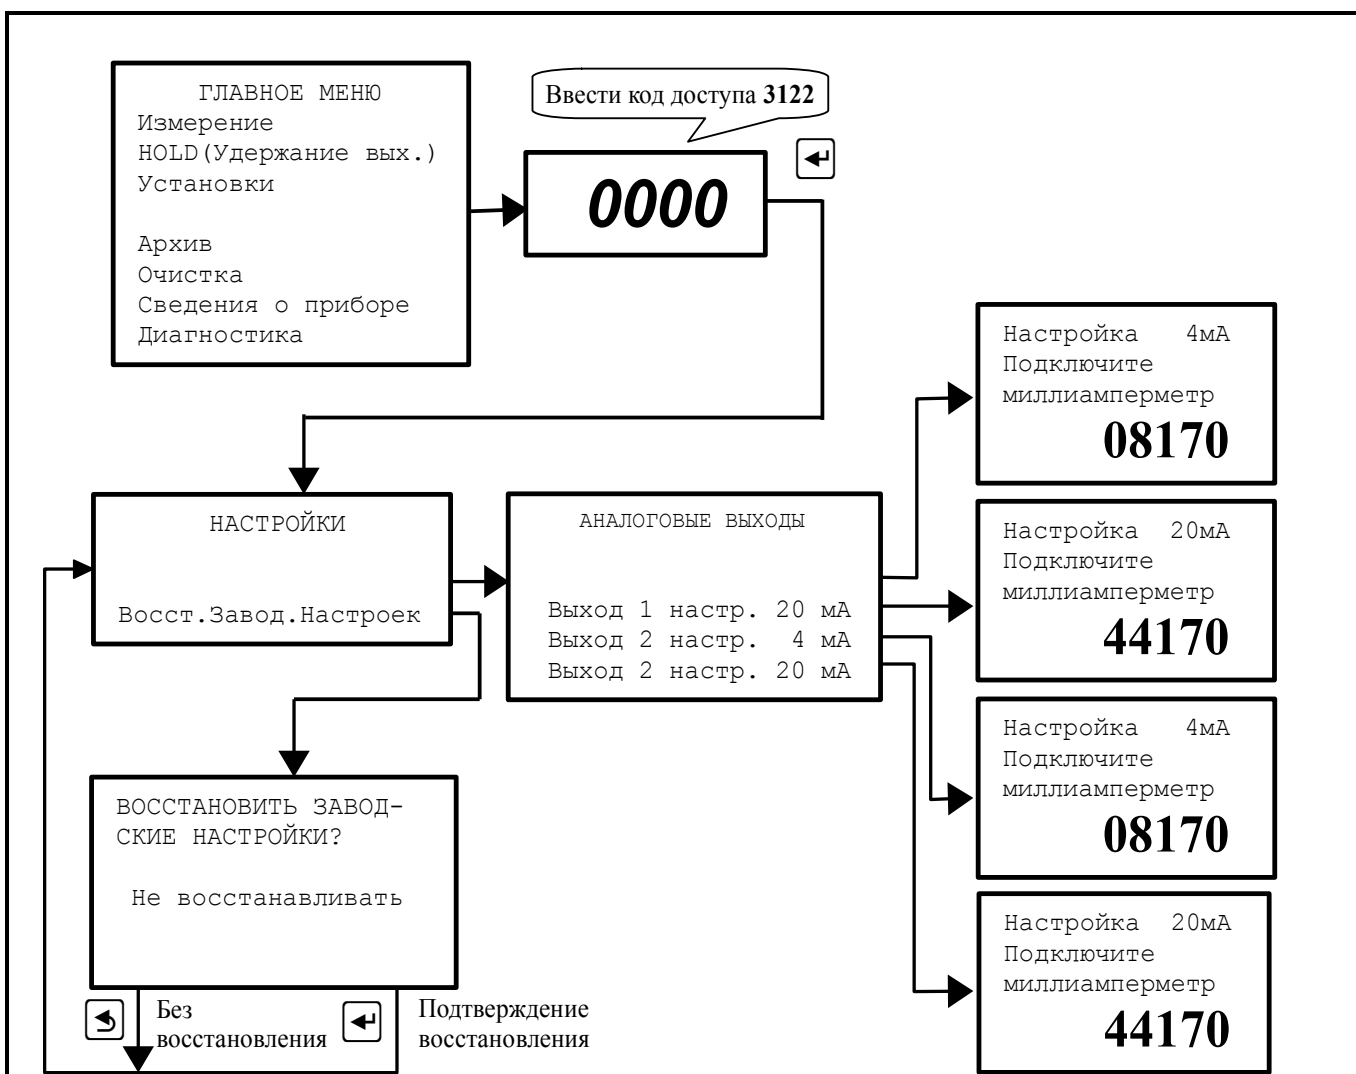

Рисунок 18 - Меню «НАСТРОЙКИ»
4.3.4.1 Вход в это меню защищён паролем, поскольку в нём возможно изменение метрологических настроек анализатора. Для входа в меню необходимо ввести код доступа «3122», выбрать действие и подтвердить кнопкой  (Рисунок 18).
4.3.4.2 В этом меню в случае отклонения метрологических характеристик анализатора по выходному току могут быть подстроены аналоговые выходные сигналы. Для этого каждый аналоговый выход ИП должен быть подключен к миллиамперметру. Для каждого выхода должны быть настроены значения токов 4 мА и 20 мА. Процедура настройки изображена на Рисунок 18.